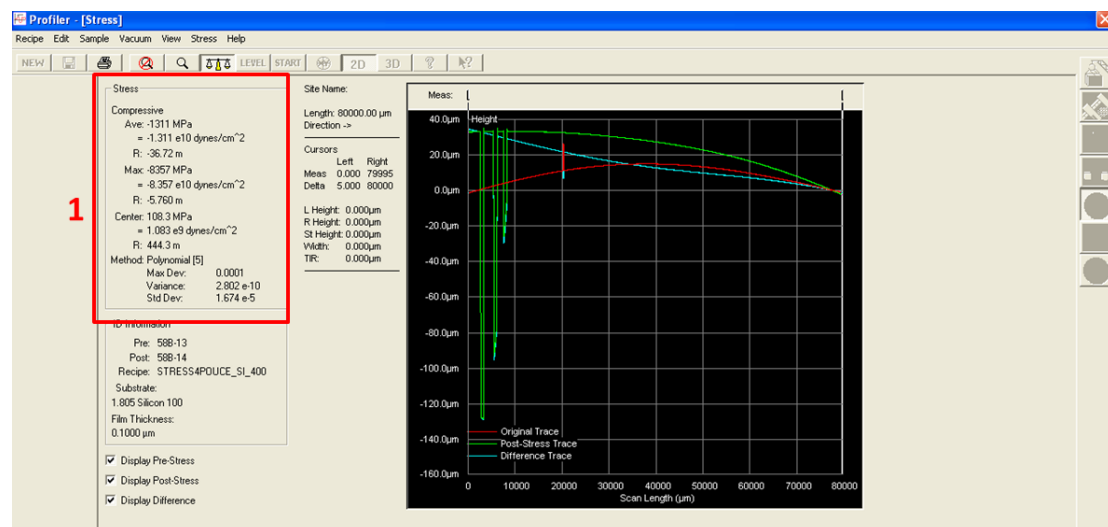

Figure 12: Affichage des résultats du stress
La fenêtre résultat s'affiche (Figure 12).
Sur la Figure12, les résultats (1) sont affichés en MPa et dynes / cm², une explication des symboles utilisés est donnée dans le tableau 1.